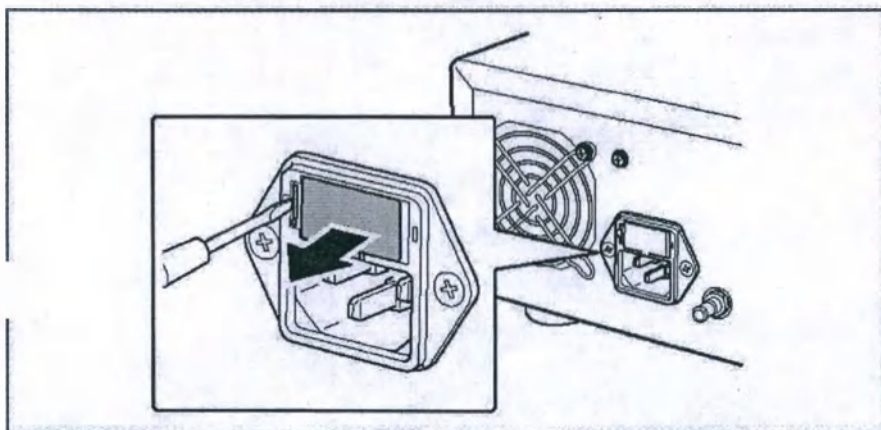

Рисунок 46. Схематическое изображение процесса замены предохранителей. Открытие блока.
2. Вставьте отвертку с плоским шлицем в выемку блока предохранителей чуть выше гнезда электропитания (см. рисунок 46).